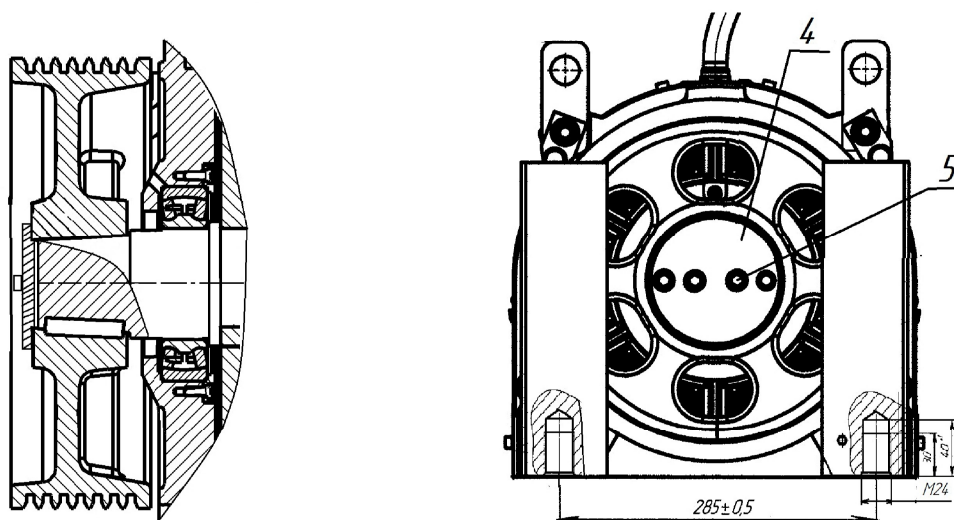

Рис.9. Замена КВШ.
КВШ установлен на конус вала лебедки и закреплен гайкой (2) рис.9 с прижимными болтами (3), класса прочности болтов не ниже 8.8. Гайка (2) законтрена винтом (1).